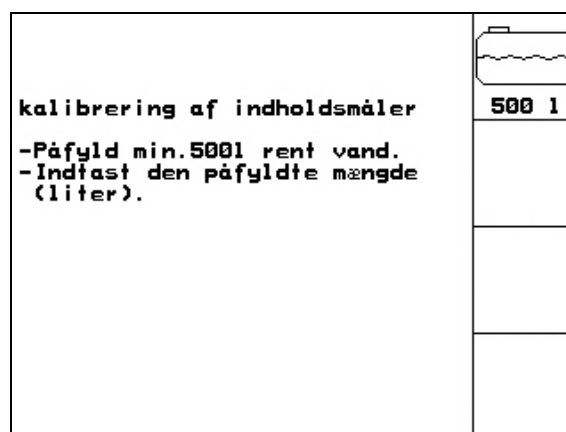

Fig. 65
4. Kod N-faktoren i cm ind ved hjælp af funktionsfeltet  Sprøjtehjulene skal begynde at dreje samtidig med traktorens baghjul (Fig. 65/1)!
- Mål a (Fig. 65) lægges til N-faktoren.
- Mål b (Fig. 65) trækkes fra N-faktoren.